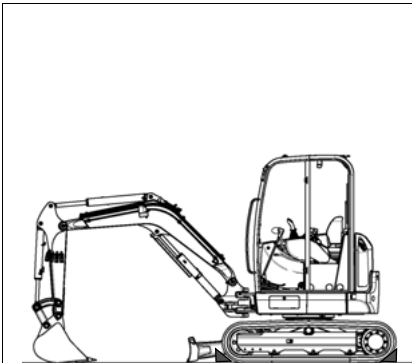

Fig.:150
10. Asegurar la máquina con cuñas de calce (ver Fig. 150).